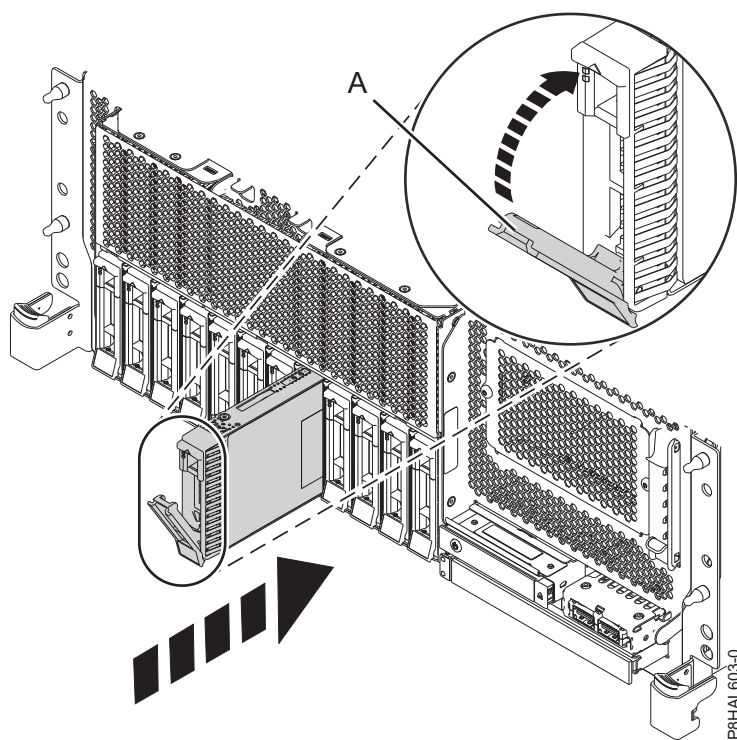
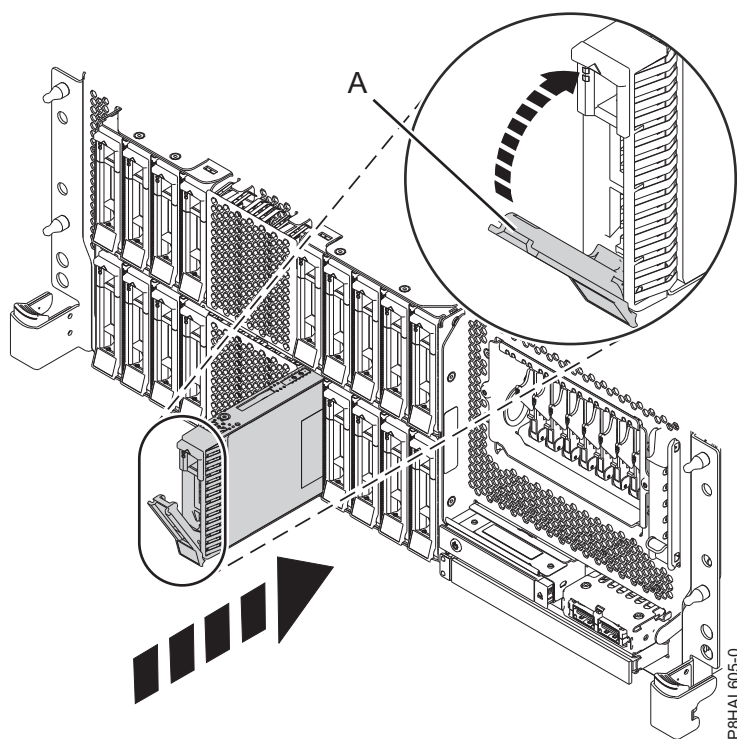

Figura 6. Instal·lació d'una unitat de disc en un sistema de funció bàsica muntat en bastidor
Figura 7. Instal·lació d'una unitat de disc en un sistema de funció expandida muntat en bastidor
3. Desbloquegeu la nansa del compartiment d'unitats (**A**) prement-la i estirant-la cap a vosaltres. Si la nansa no s'estén del tot, la unitat no podrà lliscar en el sistema. Consulteu Figura 6 a la pàgina 9, Figura 7 a la pàgina 9, Figura 8 a la pàgina 10 i Figura 9 a la pàgina 11.
5. Feu lliscar la unitat fins que quedi al fons del sistema i empenyeu la nansa del compartiment d'unitats (**A**) fins que quedi bloquejada, tal com es mostra a Figura 6 a la pàgina 9, Figura 7 a la pàgina 9, Figura 8 a la pàgina 10 i Figura 9 a la pàgina 11.